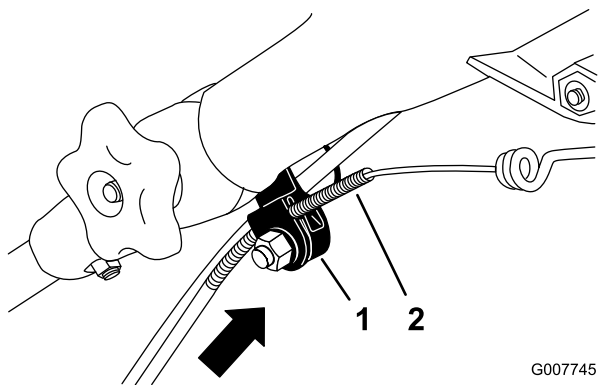

Bild 46
**Hinweis:** Sie können ein Lineal außen an die schwarze Kabelhalterung anlegen und messen, wie weit sich das obere Ende des Kabelmantels bewegt (Bild 46).